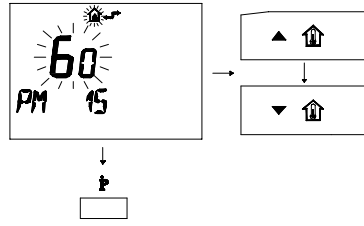

fig. 5.27
- 4 Modificare il **SET** programmato agendo sui pulsanti ▲ **UP** o ▼ **DOWN** fino a visualizzare un **set di 60**, aspettare che il numero programmato cominci a lampeggiare fig. 5.27